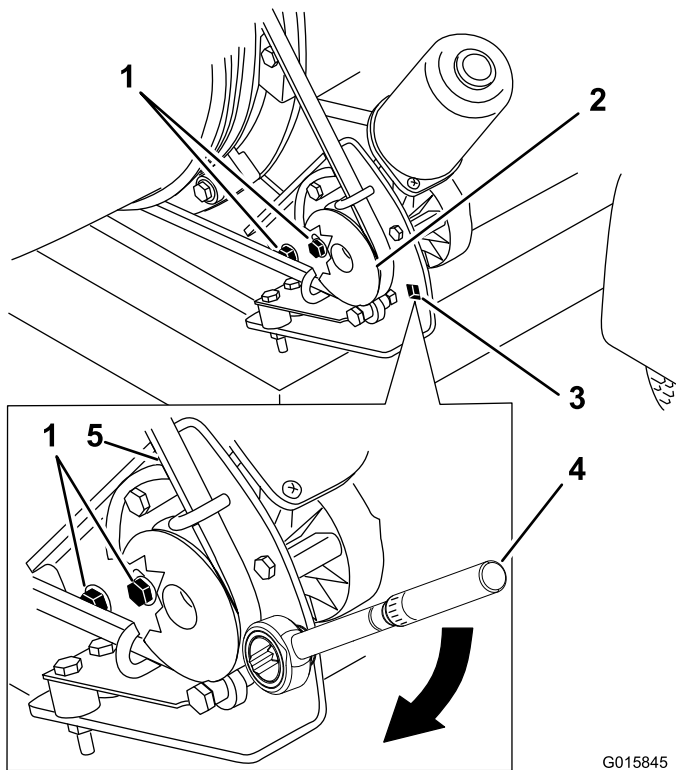

图28
1. 拧开将皮带轮安装支架固定到吹风机机架上的螺栓（图28）。
2. 将扭矩扳手放入皮带轮安装支架（图28）。
3. 将皮带轮安装支架转离出风管、直至扭矩扳手读数为 22.6~26.0Nm（图28）。